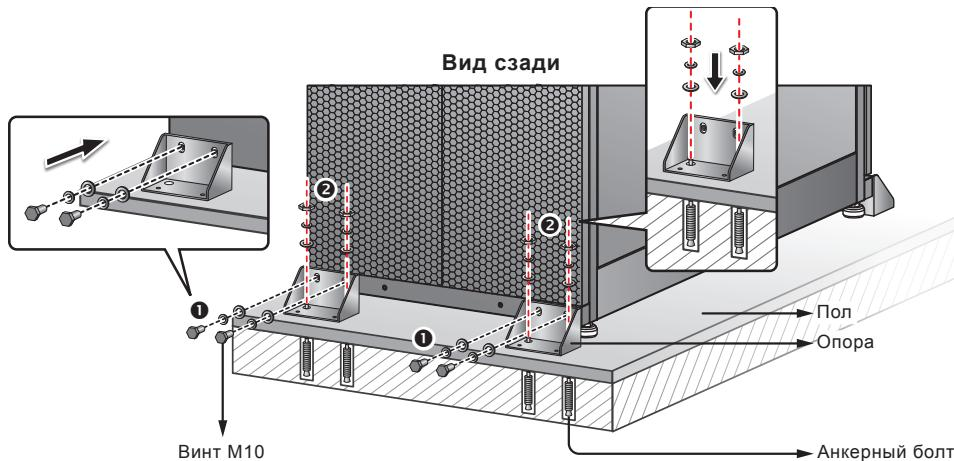

Рис. 5-3. Установка опор сзади
- 4 Ключом с головкой 16 мм отверните 4 винта M10 ① и снимите с поддона две опоры, фиксировавшие ИБП при транспортировке. Прикрепите две опоры этими винтами к ИБП сзади. Для фиксации ИБП ② прикрепите опоры к полу анкерными болтами с гайками. Анкерные болты приобретаются отдельно. См. *Рис. 5-3*.